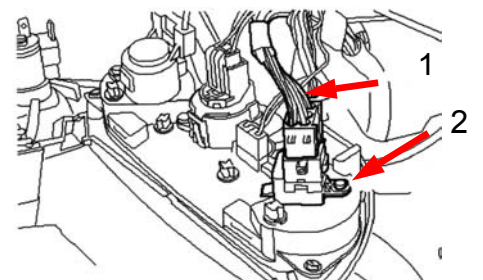

Ilustración 2
- Desenchufar el conector del conmutador de mando **1** y desenroscar los tornillos **2** (véase ilustración 2).